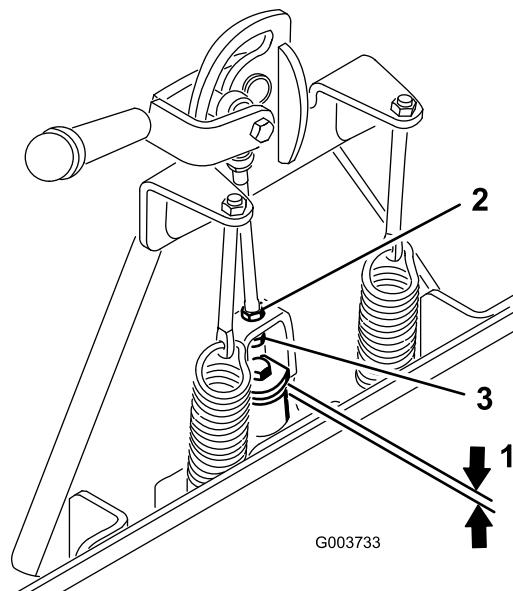

Figura 2
- Meça a folga entre a anilha superior e o espaçador do conjunto articulado no adaptador de acessórios, como se indica na Figura 2.